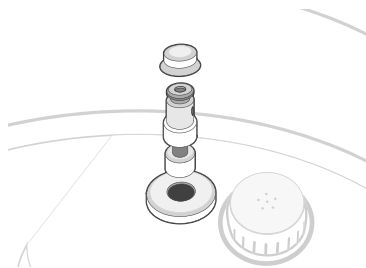

Abbildung 10.3
- b. Entfernen Sie die Silikonkappe vom Schwimmerventil. Das Schwimmerventil kann ohne die Silikonkappe unerwartet herausfallen, entfernen Sie es daher vorsichtig. **[Abbildung 10.3]**